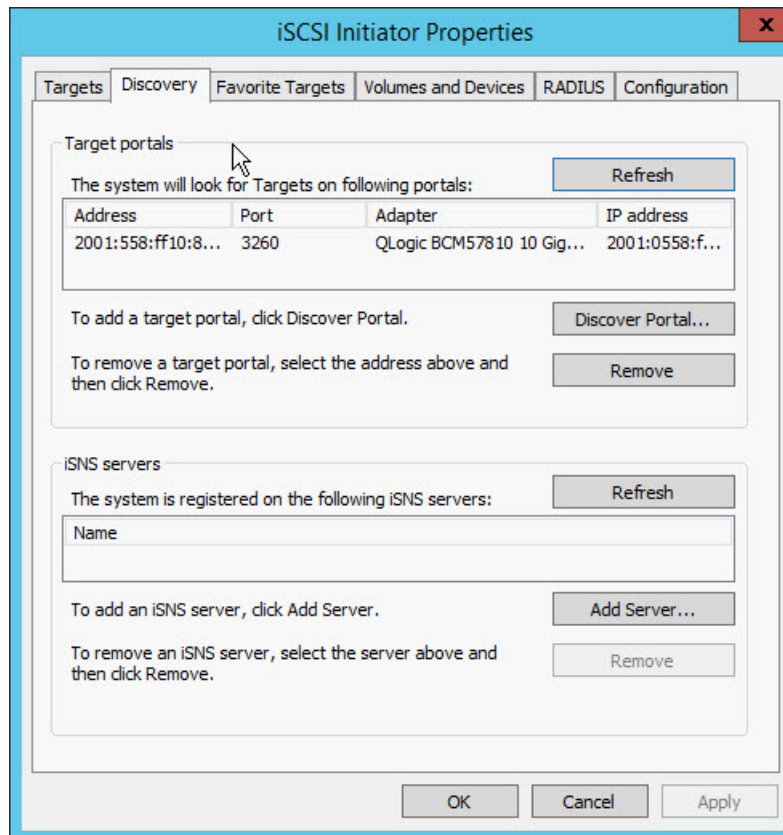

Figura 10-11. Propriedades do iniciador iSCSI: Página de descoberta
7. Nas Propriedades do iniciador iSCSI, clique na guia **Discovery** (Detecção) e, em seguida, na página Discovery (Detecção), clique em **OK** para adicionar o portal de destino. A Figura 10-11 mostra um exemplo.